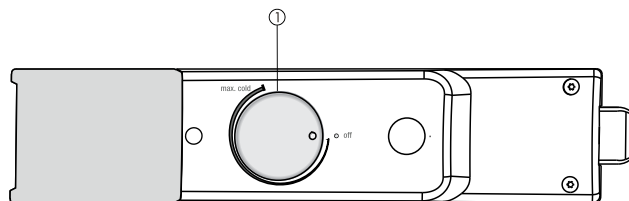

Fig. 2
- ▶ Поверните регулятор температуры Fig. 2 (1) по часовой стрелке к позиции средней точки температуры между положением **off** и **max cold**.
- ▶ Поверните регулятор температуры Fig. 2 [1].